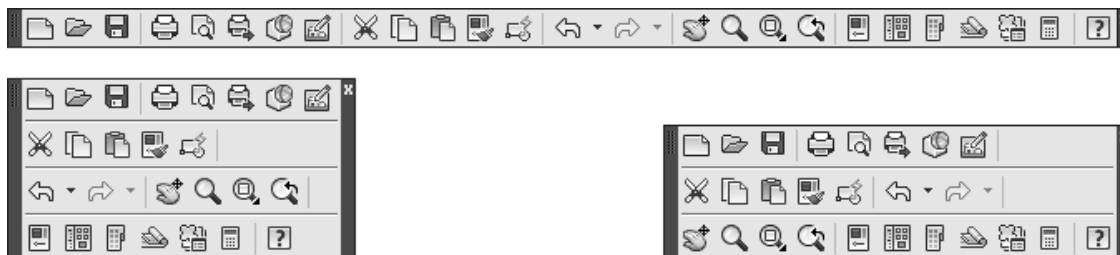

Рис. 1.11. Различные состояния панели инструментов Standard (Стандартная)
мыши на некоторое расстояние от края графического экрана. На рис. 1.11 показана плавающая панель инструментов **Standard** (Стандартная) с различным расположением кнопок.
- **Standard** (Стандартная) (см. рис. 1.11) – содержит кнопки, предназначенные для вызова базовых команд, таких как создание, открытие, сохранение файла, просмотр проекта перед печатью и вывод его на печать, операции с буфером обмена, отмена и возврат действий. Кроме того, здесь расположены команды вызова палитр программы.